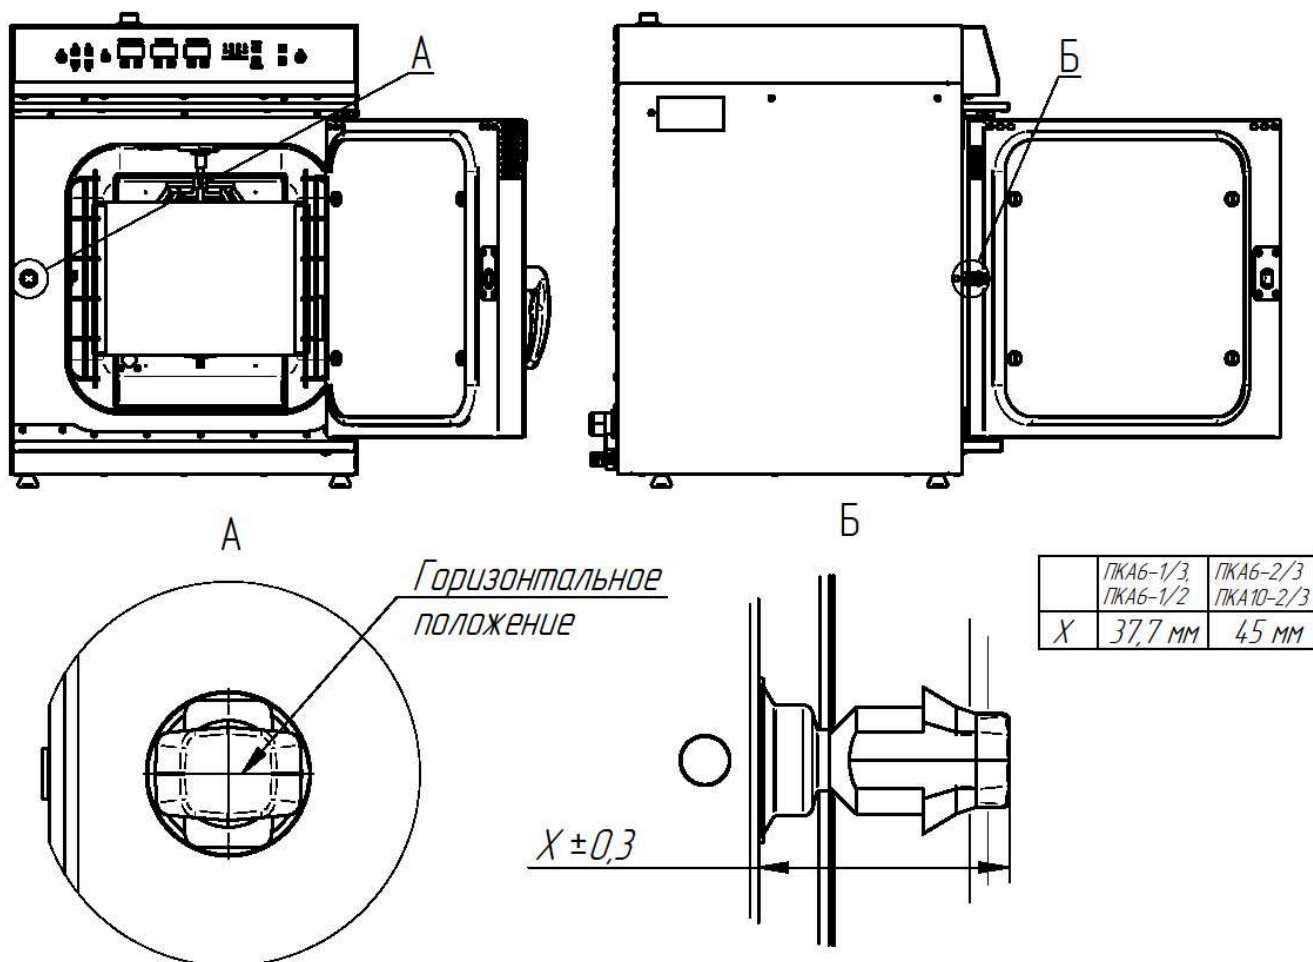

Рис.6. Регулировка замкового устройства
При ослаблении уплотнителя двери пароконвектомата необходимо отрегулировать положение штыря (см. рис.6). Для этого необходимо:
- отрегулировать положение штыря согласно указанным размерам и положению зубцов (при ослаблении уплотнителя штырь необходимо закручивать, т.е. уменьшить размер первоначальный размер X на рис. 6).